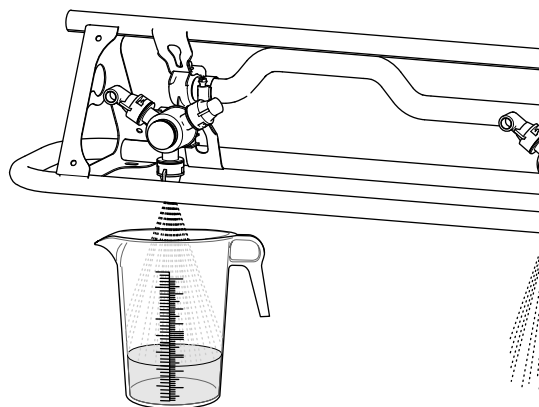

Рисунок 51
5. Собирайте воду в емкость из сопла опрыскивателя, пока поток из опрыскивателя не прекратится (Рисунок 51).